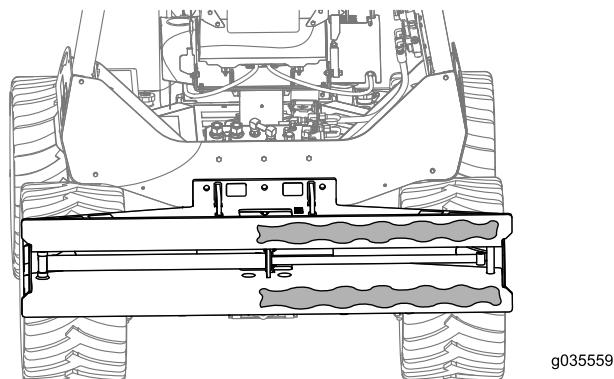

Figure 2
5. Appliquez de la graisse sur le côté droit du cadre de l'accessoire, comme illustré à la Figure 2.
- Insérez 4 boulons (3/4 x 3-1/2 po) et 4 rondelles à travers la trancheuse sur l'ensemble de montage coulissant, et fixez-les avec 4 rondelles et 4 contre-écrous (encadré B de la Figure 2).